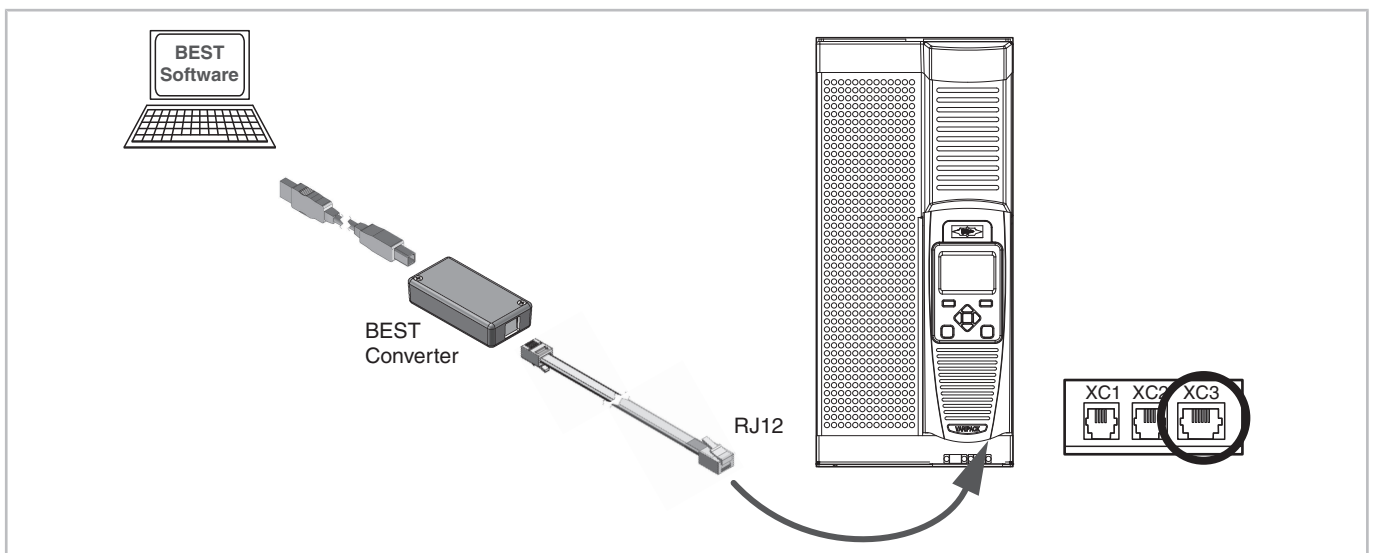

Abb. 18: VARIPACK via BEST Schnittstellenkonverter und RJ12-Kabel mit einem PC/mobilten Endgerät verbinden
- BEST Schnittstellenkonverter mit dem RJ12 Kabel in die rechte Buchse (XC3) an der Unterseite der Schnittstellenerweiterung am VARIPACK FU einstecken (siehe Abbildung 18, Seite 31).